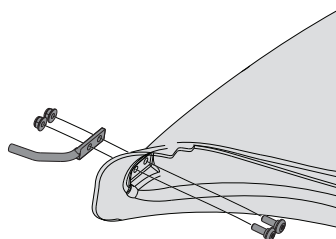

Figura 19
1. Instale el soporte de la barra de arranque (747-06043) en la bota usando dos (2) tornillos de hombro (738-1225) y dos (2) tuercas de llave (712-04064) del paquete de herrajes 689-00636. Asegúrese de que los tornillos de hombro (738-1225) estén instalados en el interior de la bota. Vea la Figura 19.